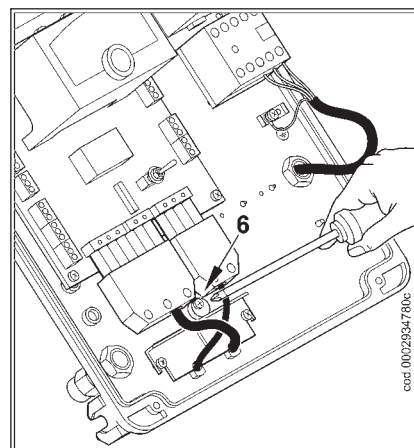

图 3
3) 图3，将电缆压板(3)放回原位，旋转凸轮(6)使压板压紧两根电缆，然后拧紧压板固定螺丝。最后，插上7孔插头和4孔插头。